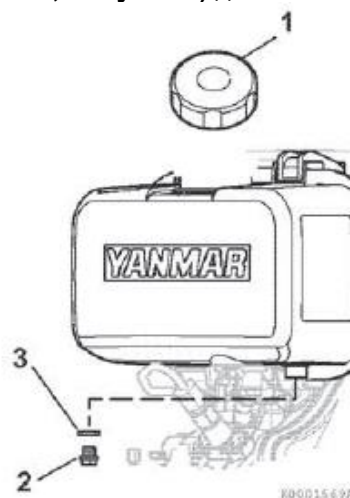

Рисунок 8
2. Снять крышку заливной горловины топливного бака (**позиция 1, Рисунок 8**).
3. Снять сливную заглушку топливного бака (**позиция 2, Рисунок 8**) и прокладку (**позиция 3, Рисунок 8**) для слива топлива.
4. Затянуть сливную заглушку топливного бака (**позиция 2, Рисунок 8**) с новой прокладкой (**позиция 3, Рисунок 8**).
5. Заправить топливный бак топливом. Установить на место крышку заливной горловины топливного бака (**позиция 1, Рисунок 8**) и затянуть рукой. Чрезмерная затяжка крышки вызовет ее повреждение. См. раздел *Заправка топливного бака* на странице 19.